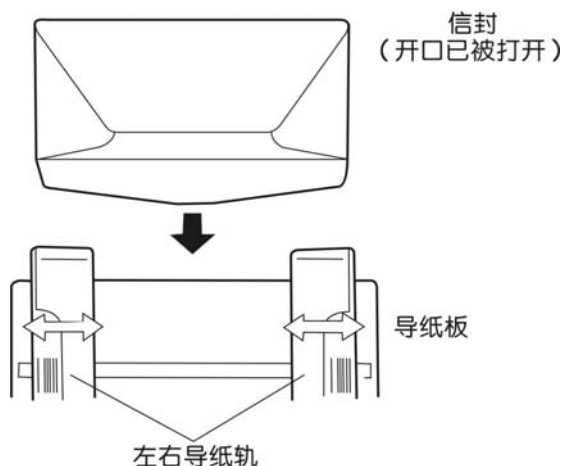

图 3-8 调节打印信封时的导纸轨
5. 设定左导纸轨的位置，见图 3-8。装入信封，并根据信封宽度调整右导纸轨的位置。最后，暂时取下信封。
7. 先装入信封前部，正面向下，沿左右导纸轨把信封开口端插入，见图 3-8 向下轻轻把信封推入，确保信封处于平整位置。